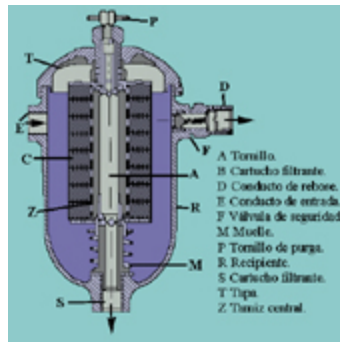

Fig. 13
- Filtro de combustible con placas de fieltro (**fig. 13**)